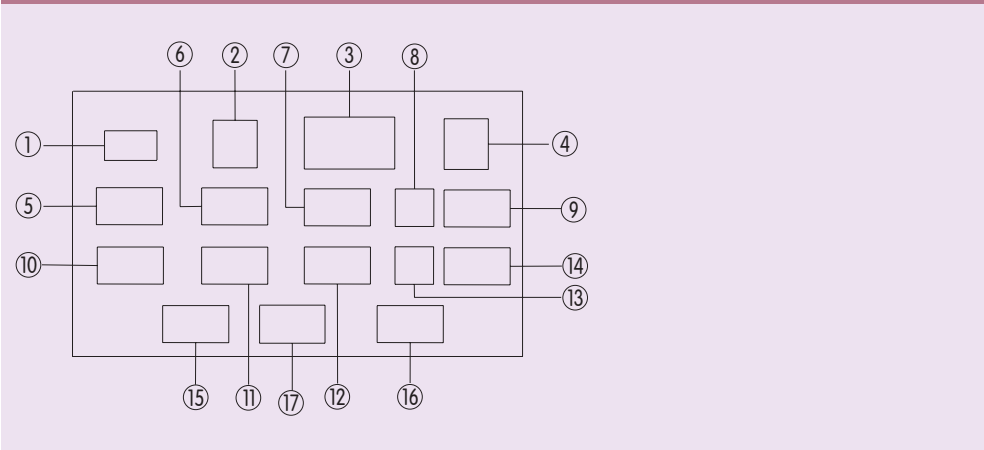

图1 控制器按键
5.4.1 智能控制器键盘介绍，如图1：
- ①控制器复位按钮：当遇到控制器死机或内部程序执行错误导致控制器无法正常工作，可按此按钮，刷新程序，此时控制器各设置参数均保留复位前状态。